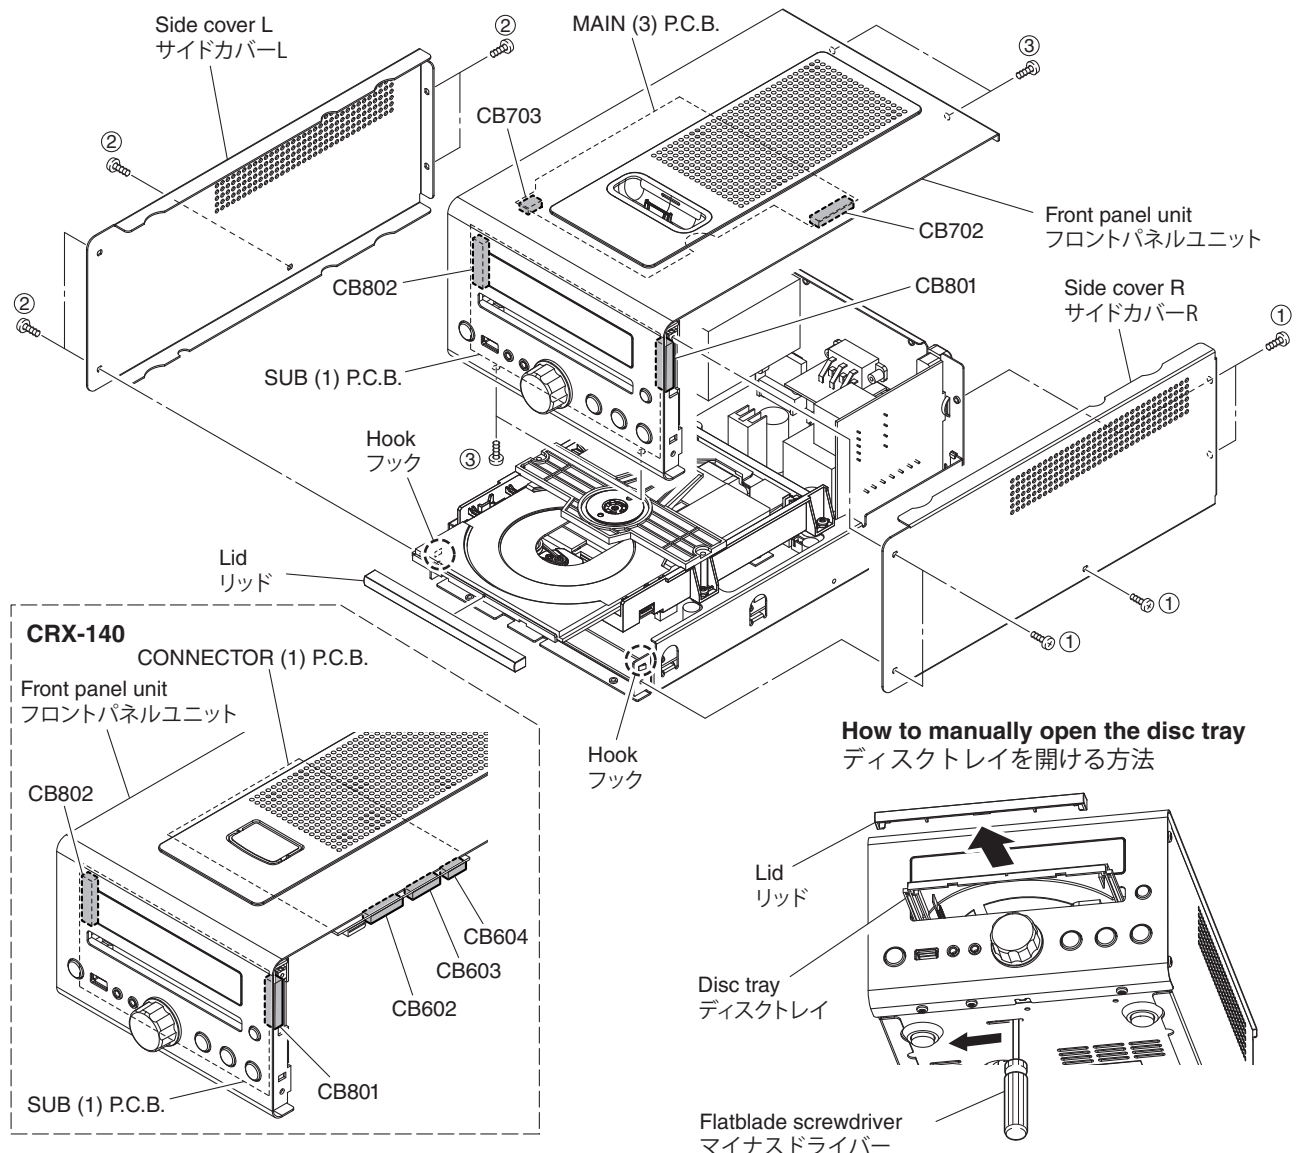

Fig. 1
- Using a flatblade screwdriver, move the slider at the bottom in the direction of the arrow shown above. (Fig. 1)
Open the disc tray, remove the lid and close the disc tray. (Fig. 1)
- Remove 5 screws (①), and remove the side cover R. (Fig. 1)
- Remove 5 screws (②), and remove the side cover L. (Fig. 1)
- Remove 4 screws (③). (Fig. 1)
- Remove CB801-802. (Fig. 1)
- Remove CB702-703. (Fig. 1) (CRX-040)
- Remove CB602-604. (Fig. 1) (CRX-140)
- Release 2 hooks, and remove the front panel unit. (Fig. 1)
- マイナスドライバーで底面のスライダーを上図の矢印の方向に動かします。(Fig. 1)
ディスクトレイを開けてリッドを取り外し、ディスクトレイを閉じます。(Fig. 1)
- ①のネジ5本を外し、サイドカバーRを取り外します。(Fig. 1)
- ②のネジ5本を外し、サイドカバーLを取り外します。(Fig. 1)
- ③のネジ4本を外します。(Fig. 1)
- CB801～802を外します。(Fig. 1)
- CB702～703を外します。(Fig. 1) (CRX-040)
- CB602～604を外します。(Fig. 1) (CRX-140)
- フック2箇所を外し、フロントパネルユニットを取り外します。(Fig. 1)